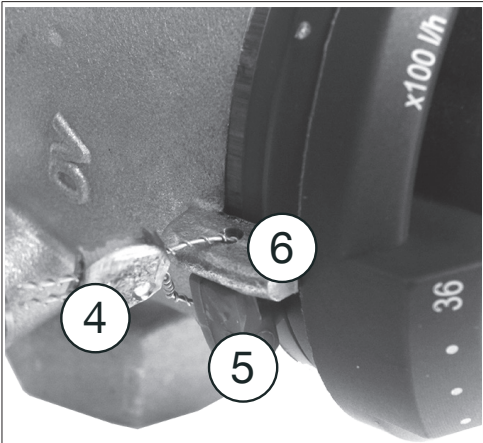

Fig. 12: Protection du préréglage
En option, la bague de blocage (5) peut être plombée au marquage de la valeur de consigne (6) à l'aide du jeu de plombage (4) (accessoire, réf. 1089091) (voir Fig. 12).